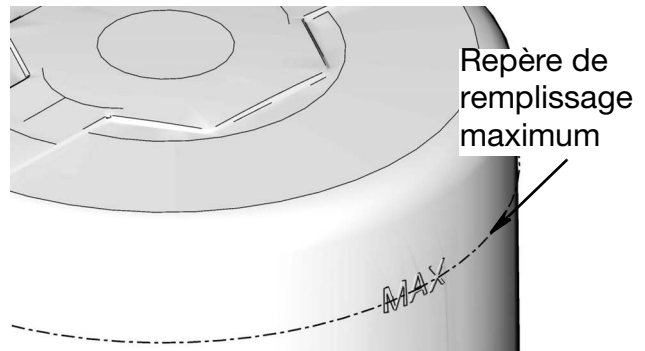

FIG. 12
- Ne remplissez pas trop (FIG. 12).